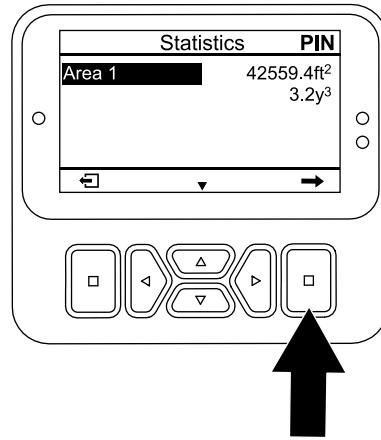

Figure 98
1. Dans l'écran STATISTICS (statistiques), appuyez sur le bouton vers le bas jusqu'à ce que l'option AREA 1 (zone 1) soit sélectionnée (Figure 98).